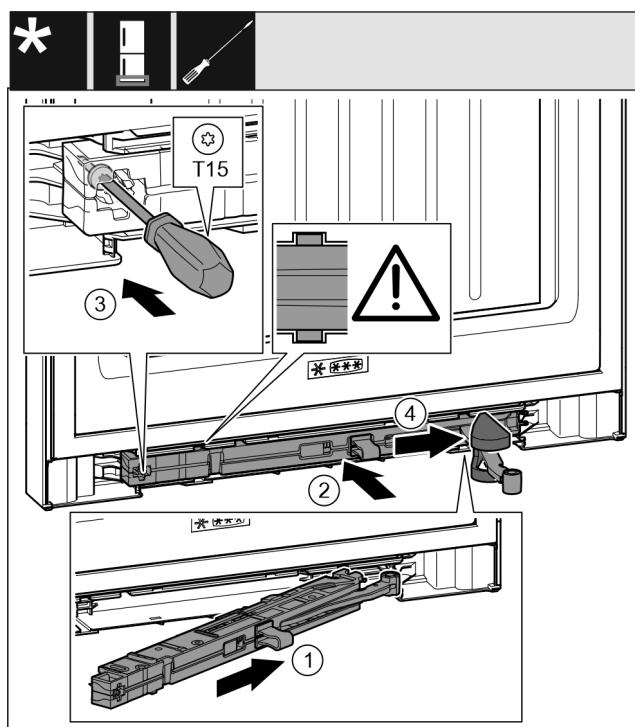

Fig. 44
- Schließdämpfereinheit auf der Lagerbockseite bis zum Anschlag schräg in die Aussparung einschieben. Fig. 44 (1)
- Schließdämpfereinheit vollständig in Aussparung schieben. Fig. 44 (2)
- Schraube mit einem Schraubendreher T15 fest-schrauben. Fig. 44 (3)
- Abdeckung über Gelenk schieben. Fig. 44 (4)